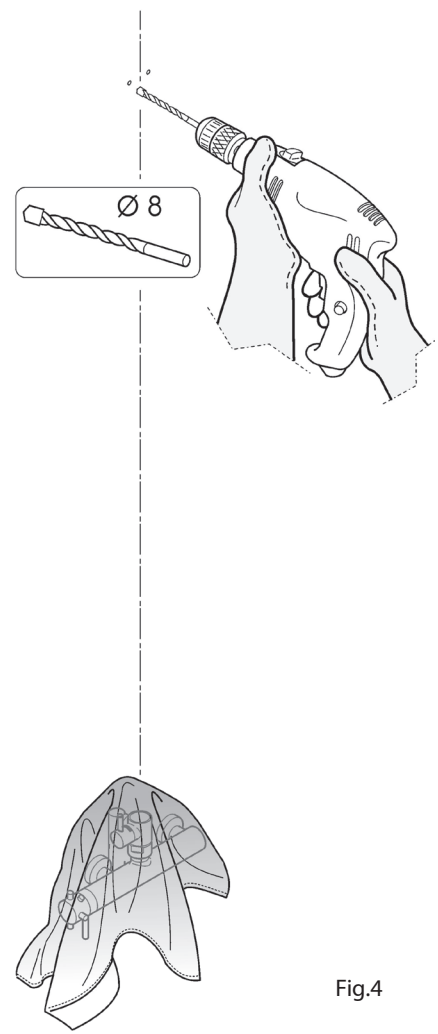

Fig.4
- 6) Svitare la ghiera e togliere il tubo della colonna dal rubinetto. Proteggere il rubinetto dall'eventuale caduta di materiale o sporco ed eseguire i due fori a muro con punta diam. 8 mm (fig.4).
- 6) Das Gewinde abschrauben und das Rohr der Säule vom Hahn abnehmen. Den Wasserhahn vor eventuell herab fallendem Material und vor Verschmutzung schützen und die beiden Bohrungen an der Wand mit dem Bohrer (Durchmesser 8 mm) durchführen (Abb. 4).